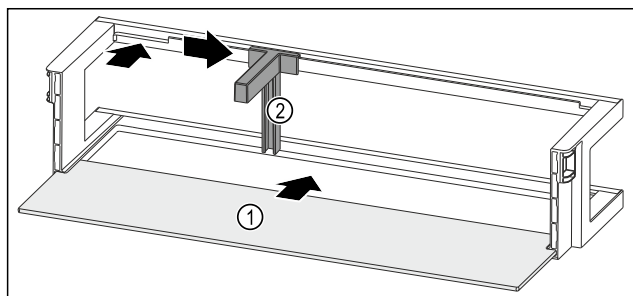

Fig. 67 Дверная полка со съемной полкой
- ▶ Вдвиньте съемную полку Fig. 67 (1) в боковые пазы.
- ▶ Установите держатель для бутылок Fig. 67 (2) в выемку.
- ▶ Сместите держатель для бутылок Fig. 67 (2) в нужное положение в сторону.